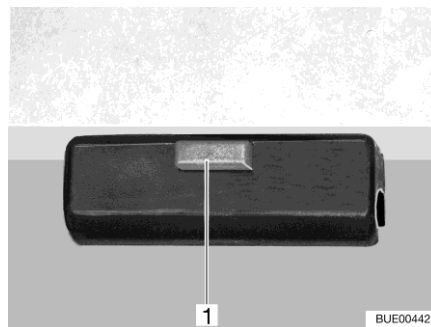

Fig. 131 Bloccaggio
- Aprire il bloccaggio (Fig. 131,1) del piano del tavolo.